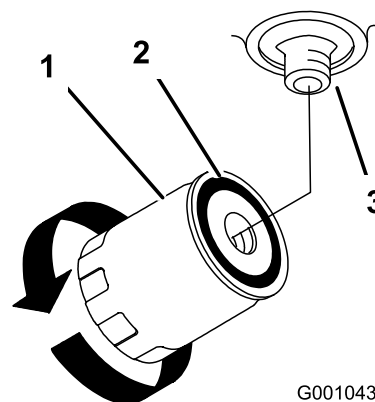

Figura 43
4. Individuate il filtro idraulico situato sotto la base del motore e collocate una bacinella di spurgo sotto il filtro (Figura 43).
5. Togliete il filtro usato e tergete la superficie della guarnizione del riduttore del filtro (Figura 43).
9. Quando il filtro idraulico è pieno, giratelo in senso orario finché la guarnizione di gomma non tocca l'adattatore, quindi serrate il filtro di un ulteriore 1/2 giro (Figura 43).